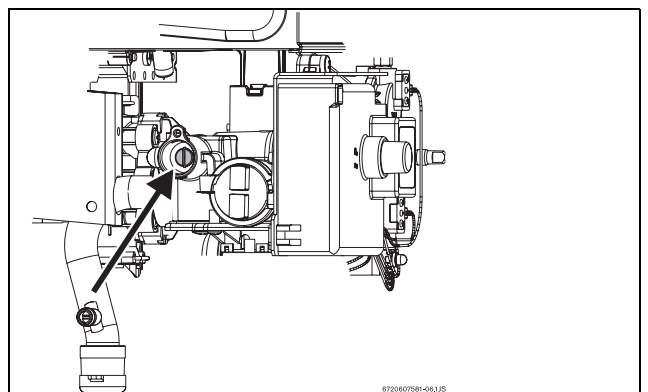

Fig. 14 Vite per regolazione della pressione massima
- Togliere il sigillo della vite (Fig. 14).
- Regolare la pressione mediante la vite (Fig. 14) attenendosi ai dati di pressione esposti nella tab. 5.